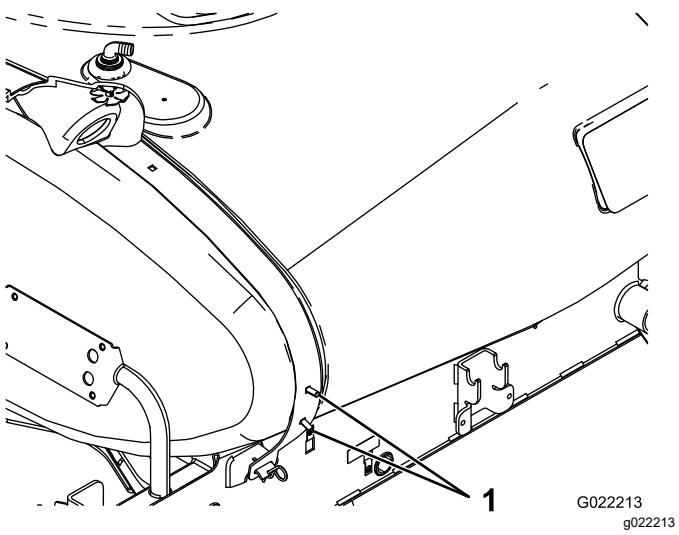

Bild 7
2. Setzen Sie zwei Schlossschrauben in die Löcher auf der Innenseite auf der rechten Seite des hinteren Behälterriemens ein (Bild 7).